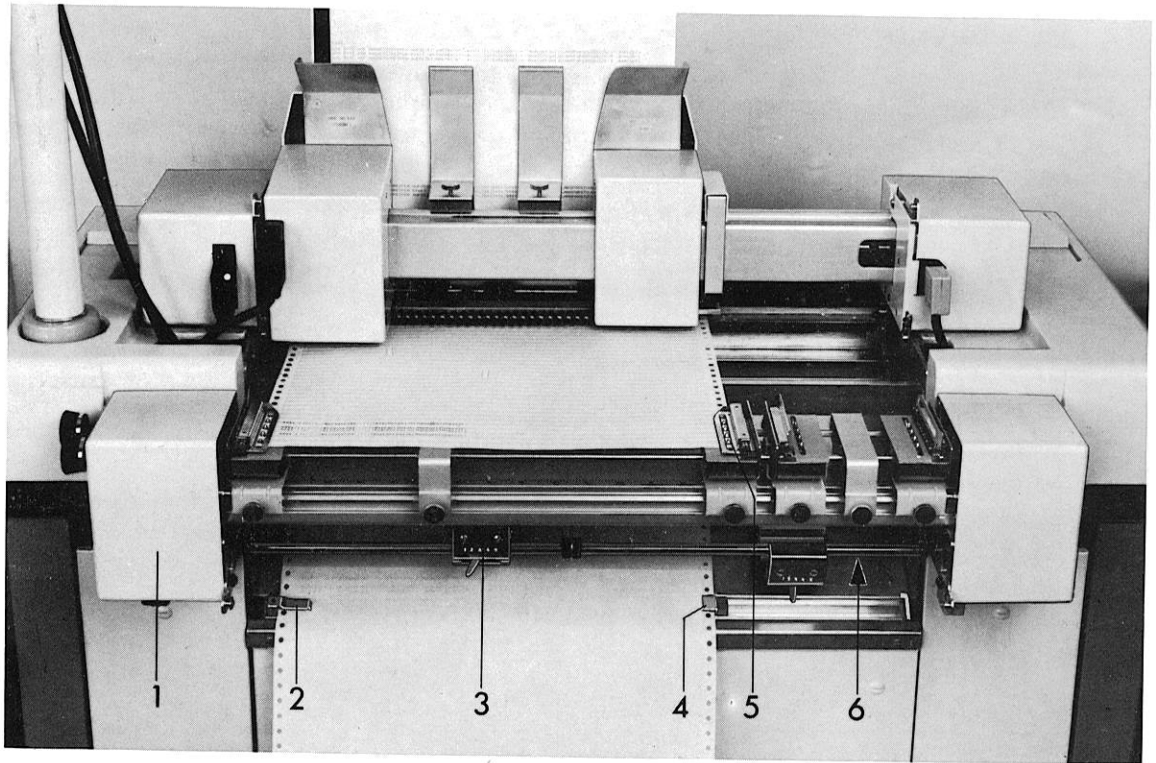

Abb. 11 Papierführung, Rückseite
Gegenüber dem Papierendekontakt ist die **Papierführung** (Abb. 11) millimetergenau an das Endlosformular heranzuschieben, um ein seitliches Weglaufen des zugeführten Formulars zu verhindern.
- Papierspanneinrichtung (Abb. 11) öffnen, nach unten bis zur Rastung drücken,
- am Papierendekontakt (Abb. 11) den Abtasthebel hochstellen.
- Papierführung (Abb. 11) freistellen.
- zu den Traktoren Abb. 11 führen